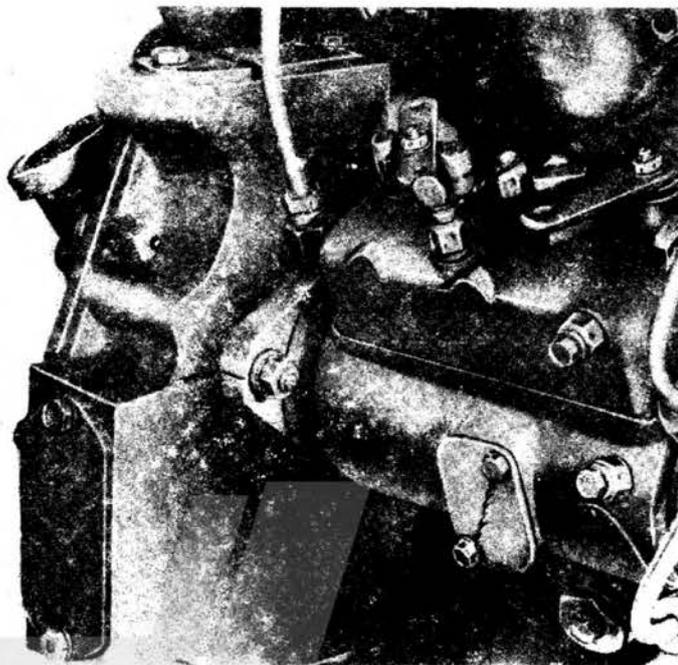

Рис. 24 Правильно установленный топливный насос высокого давления
1. Установить топливный насос высокого давления так, чтоб отметка на фланце совпадала с отметкой на картере распределительной передачи (рис. 24).